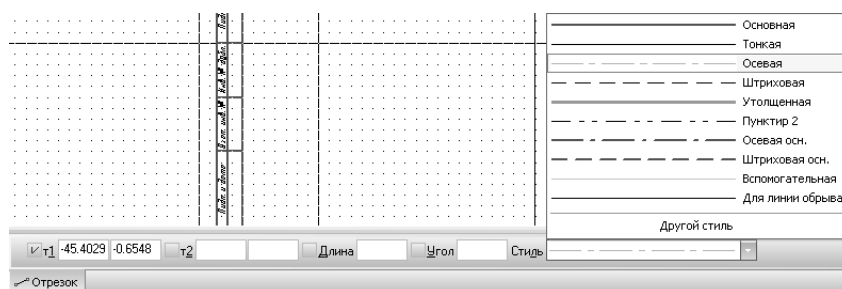

Рис. 51. Изменение стиля начертания линии
12. Выберите команду *Отрезок* и установите в панели свойств стиль начертания линии *Осевая* (рис. 51).